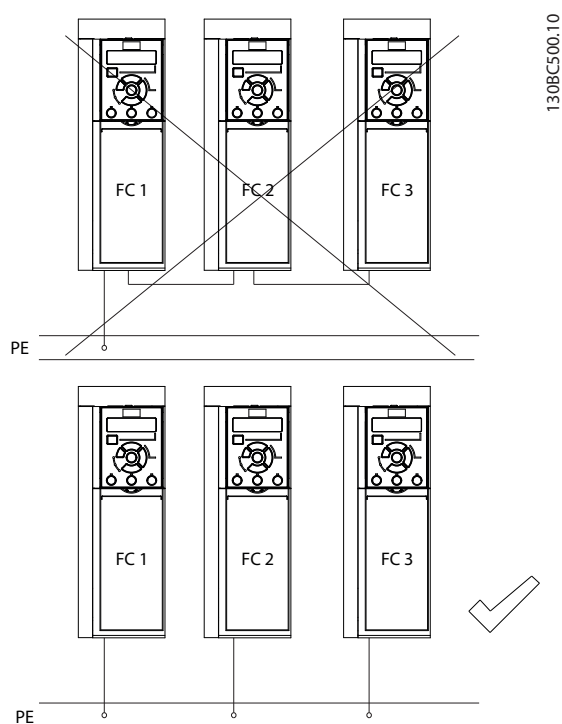

Bild 4.1 Jordningsprincip
- Kedjejorda inte flera frekvensomriktare till varandra (se *Bild 4.1*).